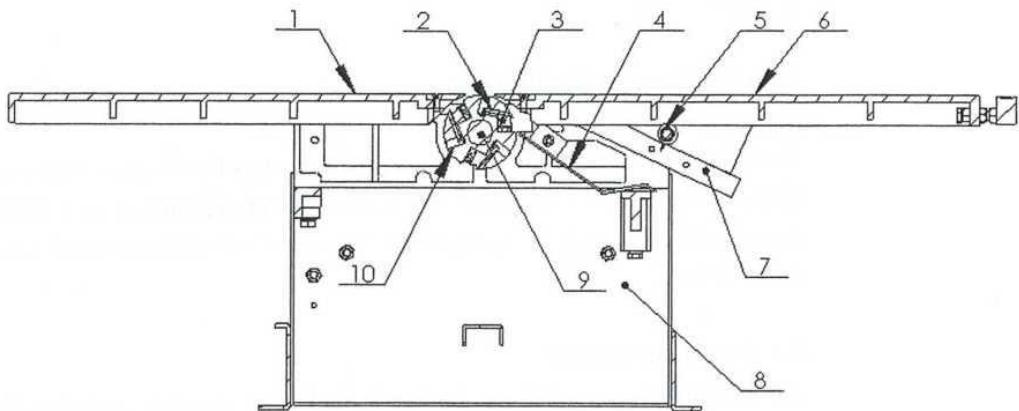

Рис. 5 Схема фуганка
- 3 Ограждение фрезерного шпинделя 4 необходимо поднять и зафиксировать после того как передний стол 6 повернут. Затем запустите станок (см. рис. 5).
Станок поставляется сразу с комплектом ножей.. Однако в случае необходимости их заточки или замены, оператор должен следовать указаниям: Выключите станок. Вытащите вилку из розетки, убедитесь, что никто случайно не сможет его запустить. Наденьте защитные перчатки. См. рис. 5, ослабьте прижимной болт 3 инструмента, вставьте отвертку в отверстие 10, вытащите инструмент 2, затем немного затяните болт 3, приложите плоскую линейку к средней части пластины на поверхности заднего стола 1. Поверните ножевой вал 9, нож 2 подвиньте к валу. Пусть нож 2 касается плоской линейки, убедитесь, что нож 2 находится над поверхностью стола на такой же высоте; сначала зафиксируйте средний болт, затем два остальных. Для завершения установки трех ножей, повторите указанные выше указания несколько раз. Поместите плоскую линейку на поверхности стола, проверьте расстояние справа и слева, поверните вал, чтобы проверить касается ли нож пластины под тем же углом, в противном случае выполните регулировку повторно.
Подготовка: выключите станок и выдерните вилку, опустите плоскость переднего стола на необходимую высоту или глубину. Соедините фальцевальную линейку с направляющим устройством и соедините последнее с основанием, как показано на рис. 5. В общем, установите направляющее устройство с правой стороны стола. Закройте ножи крышкой стола.
Выключите станок и выньте вилку из розетки. Демонтируйте диск под кожухом, ослабьте запорную планку и демонтируйте стол для резки. См. рис. 5. Вставьте отвертку в отверстие 10 шпинделя 9, чтобы застопорить его. Открутите гайку гаечным ключом и следите за тем, чтобы не повредить пластину для губы. Демонтируйте фланец, осторожно зачистите его и диск пилы, чтобы они полностью соприкасались друг с другом, установите диск на фланец, после чего смонтируйте их в сборе на шпиндель, зафиксировав двойной гайкой. После этого установите стол для резки под кожухом, одновременно устанавливая его на 0,5~1 мм выше заднего стола.